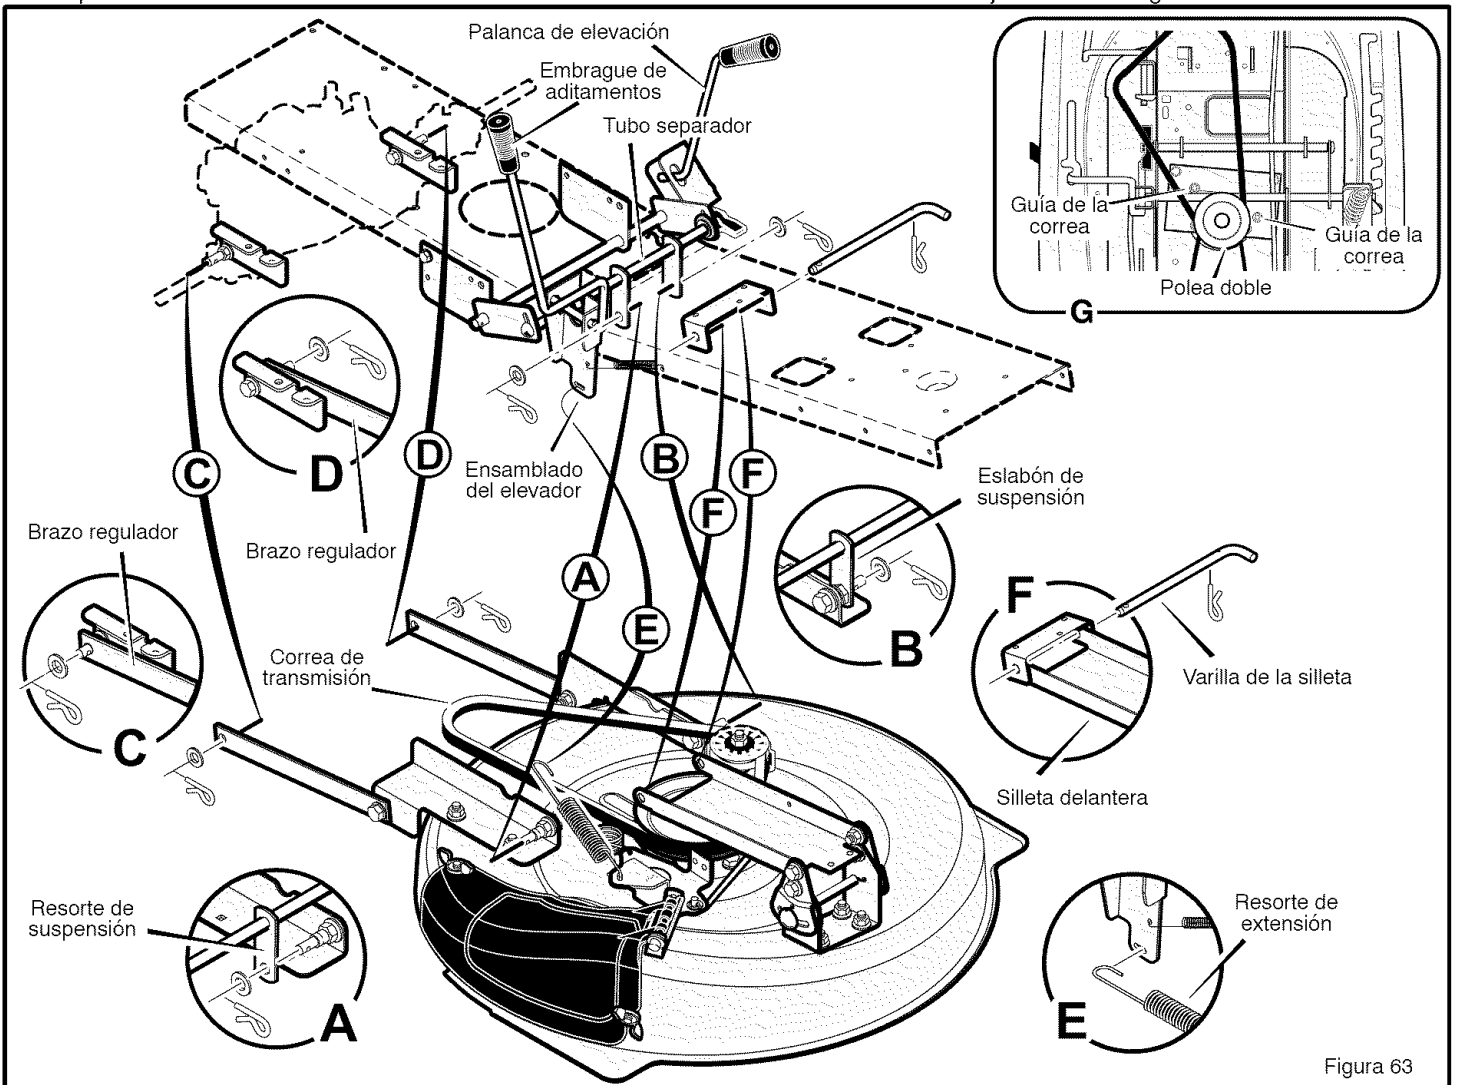

Figura 63
3. Quite los pasadores abiertos y las arandelas de las **mordazas traseras** (Figura 63). Vea las ilustraciones C y D.